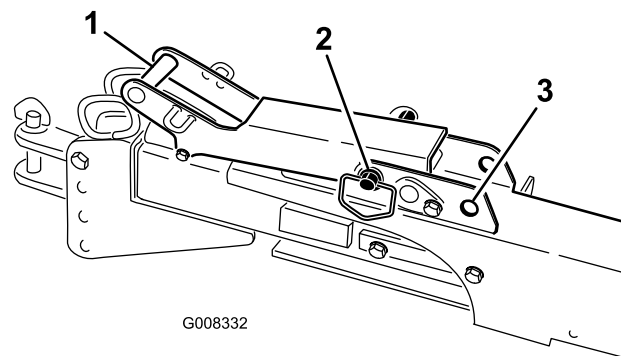

Figura 35
- Se utilizar o engate de reboque, reposicione o processador core atrás do veículo, retraia o engate e mova a pega do trinco do pino para a posição bloqueado (Figura 35).